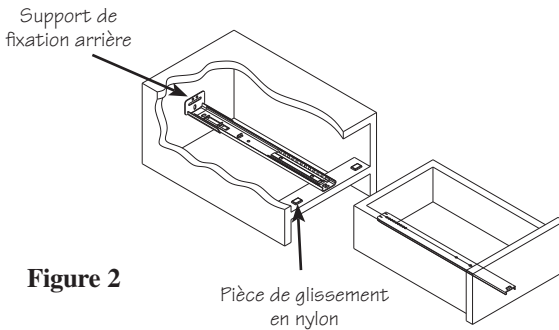

Figure 2
- Enfoncez une pièce de glissement en nylon comprise de chaque côté de la traverse du meuble, comme le montre la **figure 2**.